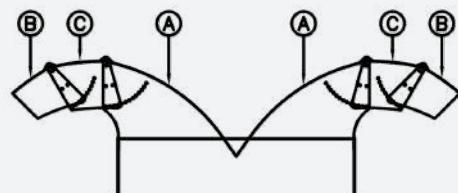

Fig. 1 - SPIT GREEN
- lo SPIT GREEN (Fig. 1) con scarico laterale (dx e sx) con regolazione meccanica con 2 convogliatori laterali (A) + 2 regolatori (B) + 2 prolunghe (C)
- le SPIT GREEN (Fig. 1) avec évacuation latérale (à droite et à gauche) avec réglage mécanique par 2 guides latérales (A) + 2 régulateurs (B) + 2 rallonges (C)
- the SPIT GREEN (Fig. 1) with download on the right and on the left side with mechanical adjustment by 2 lateral guides (A) + 2 regulators (B) + 2 extensions (C)
- SPIT GREEN (Fig. 1) mit seitlicher Ausladung (rechts und links) mit mechanischer Verstellung mit 2 seitlichen Fördergeräten (A) + 2 Regler (B) + 2 Verlängerungen (C)
- el SPIT GREEN (Fig. 1) con descarga lateral (a la dcha. y a la izda.) con ajuste mecánico con 2 transportadores laterales (A) + 2 reguladores (B) + 2 prolongadores (C)